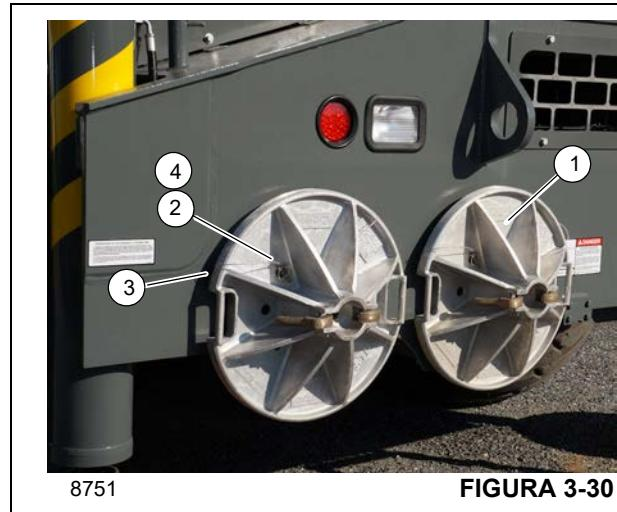

FIGURA 3-30
- Almacene las bases de los estabilizadores (Figura 3-30).